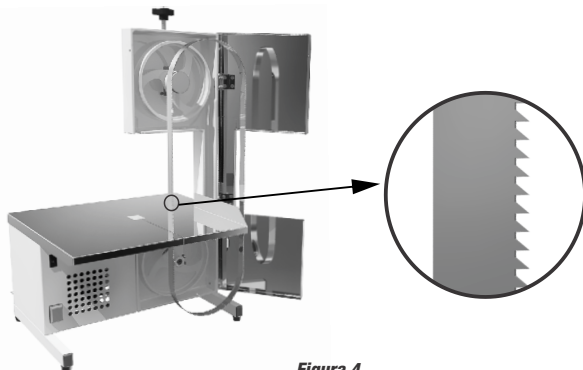

Figura 4
Posicione a lâmina (21) sobre os volantes (47 e 48), com os dentes voltados para frente e apontando para baixo na região de corte, conforme **figura 4**. Estique a lâmina (21), girando o manipulô (28) do esticador (12) no sentido **horário** até que a lâmina fique bem calibrada (esticada).